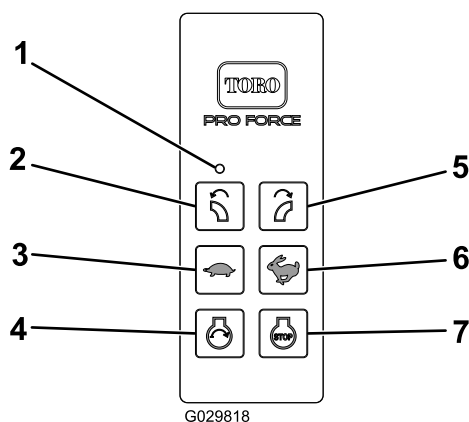

Figura 13
4. Per eccitare l'accensione del motore premete il pulsante Avvio con la condizione di abilitazione di avvio motore attiva. Tale attivazione avviene solo dopo avere eseguito la sequenza di abilitazione di avvio motore indicata (Figura 13):